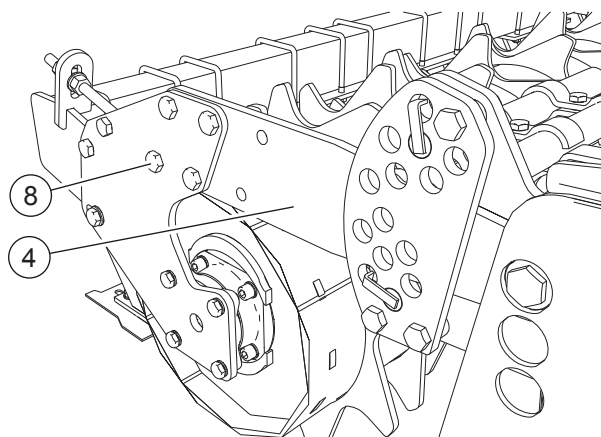

FIG. 12
- Montare il gruppo rullo. Avvitare le viti (8, "Fig. 12") dei supporti del rullo al braccio (4).